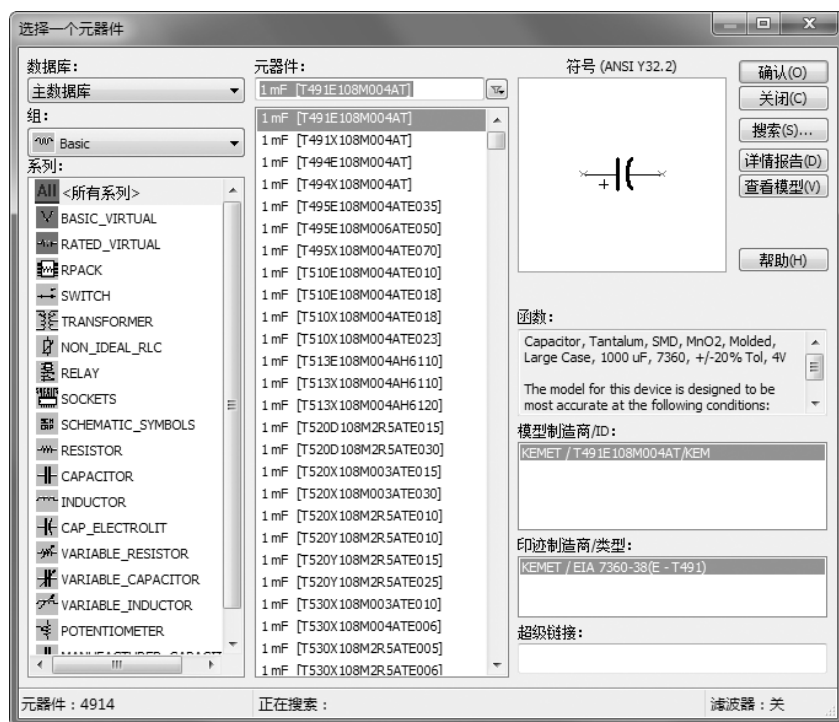

图 2-28 “选择一个元器件”对话框
- 选择菜单栏中的“绘制”→“元器件”命令，弹出“选择一个元器件”对话框，显示全部元器件，如图 2-28 所示。